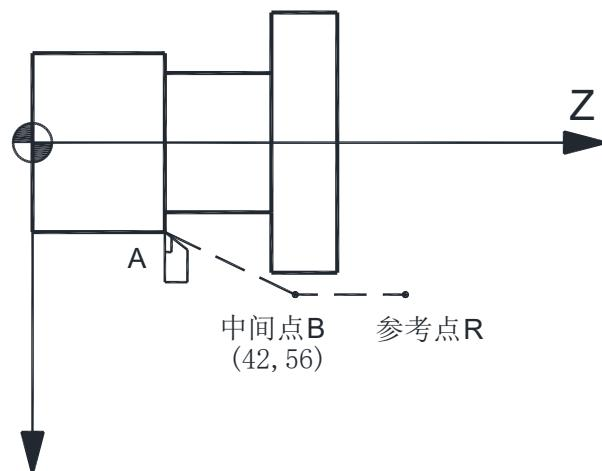

图 2-11
- (1) 以快速回零速度从当前位置定位到指令轴的中间点位置 (**A** 点—**B** 点), 如图 2-11。
- (2) 以快速回零速度从中间点向参考点方向移动 (**B** 点—**R** 点)。
- (3) 检测到减速信号后, 低速运行寻找精定位信号。
- (4) 检测到精定位信号后, 返回零点执行完毕, 回零灯亮。